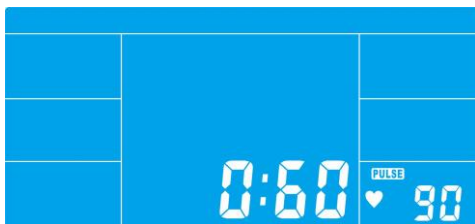

Abbildung17
9.2 Dann werden alle Funktionen außer TIME (ZEIT) und PULSE (HERZFREQUENZ) (Abbildung 17) gestoppt. TIME (ZEIT) zeigt "0:60"